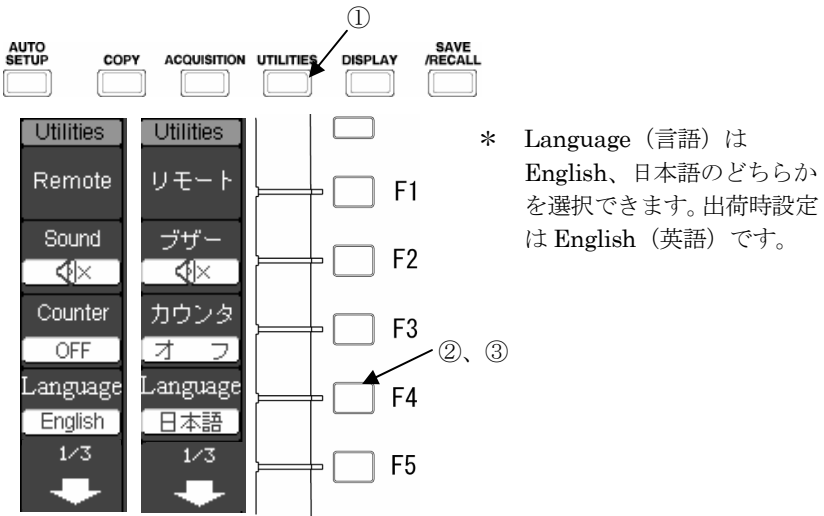

図 2.15 Utilities メニュー
- ① [UTILITIES] キーを押します。画面右に **Utilities** メニューを表示します。
- ② 図 2.15 で [F4] キーを押し、**Language** メニュー項目の言語を二者択一（英語、日本語のどちらか）で選択します。
- ③ 再度 [F4] キーを押すと、**Language** メニュー項目の言語が元に戻ります。